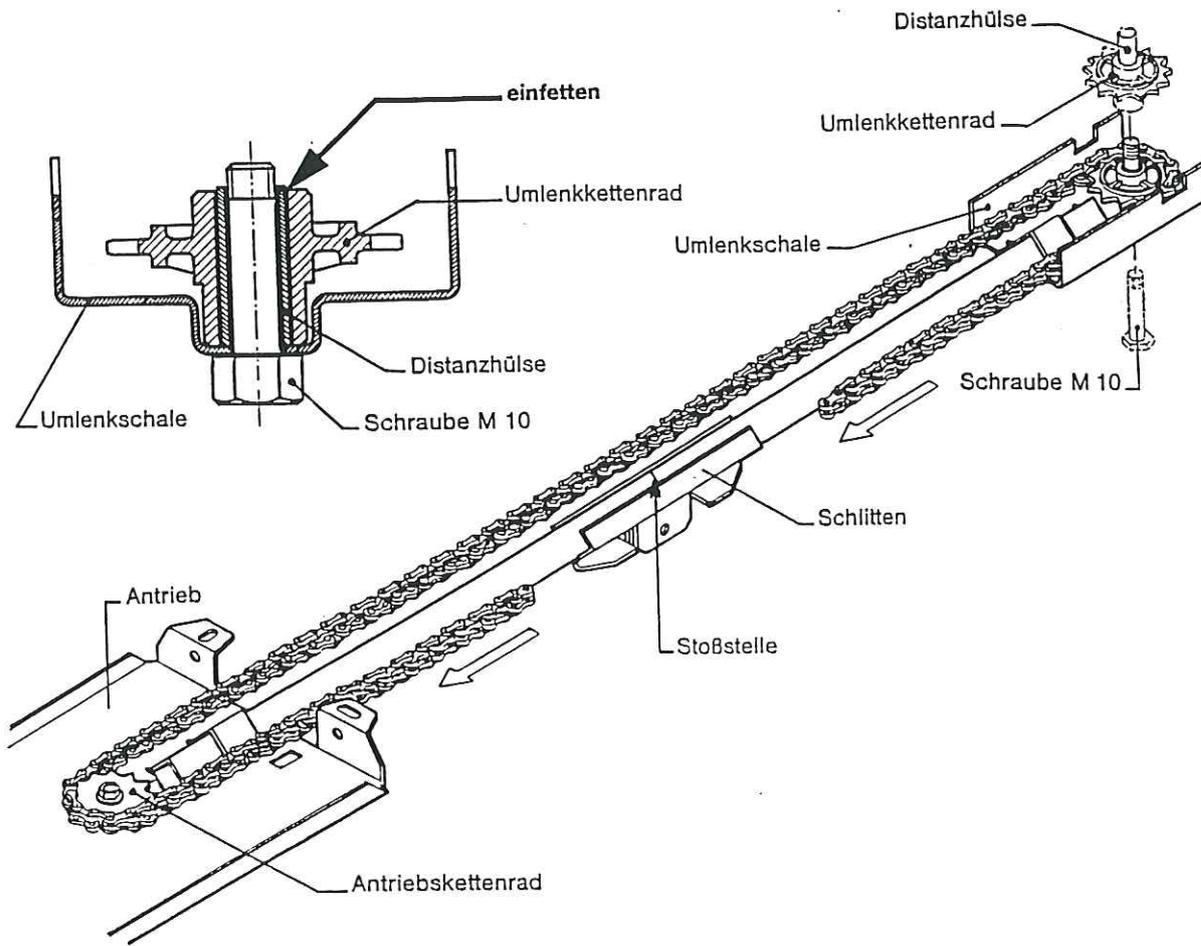

Bild 10
d.) Kette im Uhrzeigersinn von Gleitschienenmitte beginnend zuerst um Antriebskettenrad (Motor) dann um Umlenkkettenrad legen – Kette dabei entlang der Strecke abrollen, nicht verbiegen – (Bild 10).